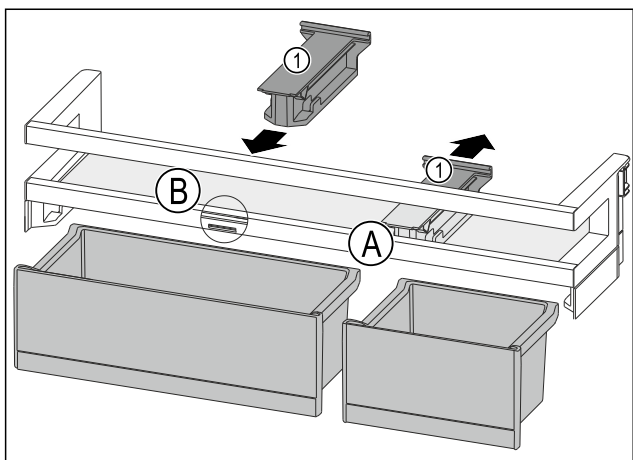

Fig. 193
- Кріпильний елемент Fig. 193 (1) у положенні Fig. 193 (A) витягніть рухом донизу.
- Кріпильний елемент Fig. 193 (1) вставте у положення Fig. 193 (B).